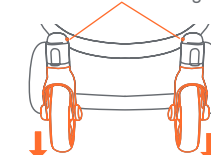

Fig. 1d
- Appuyez sur le bouton de verrouillage situé sur le côté du moyeu de roue avant et tirez sur l'assemblage de roues pour le retirer du moyeu (Fig. 1d).